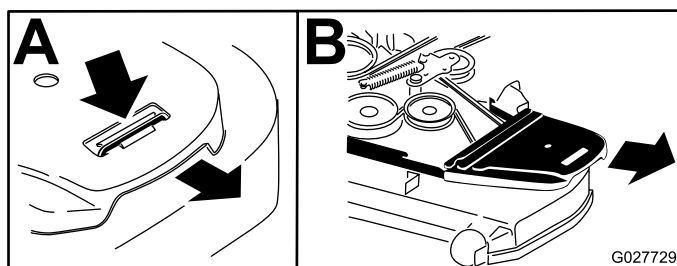

Figure 73
4. Retirez les couvercles de courroie (Figure 73).